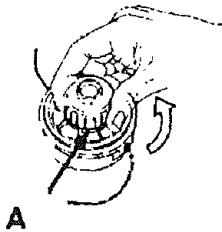

Fig. 1
- Para el motor. Sostenga la cabeza de cuerda y desatornille el retén del carrete (A). Hágalo girar en el sentido contrario al de las agujas del reloj (consulte Fig. 1).
1. Pare el motor. Sostenga la cabeza de la cuerda y desatornille el retén del carrete. Hágalo girar en el **sentido contrario al de las agujas del reloj** (Consulte Fig. 1, página 27).